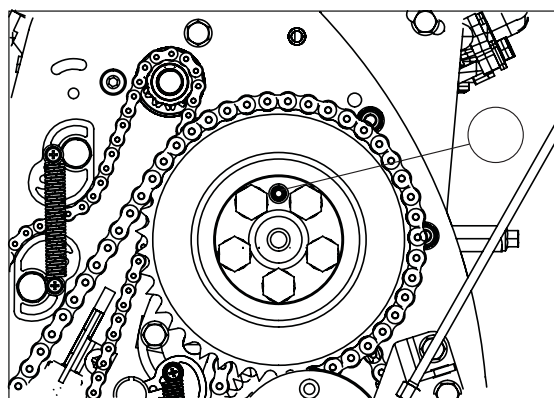

Fig 11.4b
- | Frizione del rullo posteriore [A] (Fig. 11.4b).